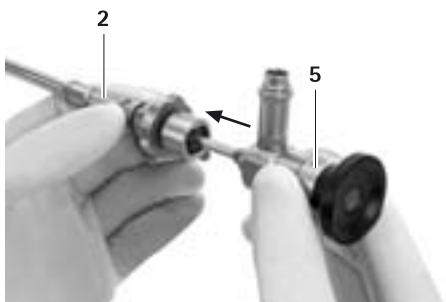

Fig. 2
- Introducir el endoscopio MINOP TREND 5 axialmente en el vástago de irrigación/aspiración MINOP TREND 2. Asegurarse de que el cierre del vástago de irrigación/aspiración MINOP TREND 2 se encuentra abierto y de que la espiga se adapta bien a la ranura de la bayoneta del endoscopio MINOP TREND 5, ver Fig. 2.